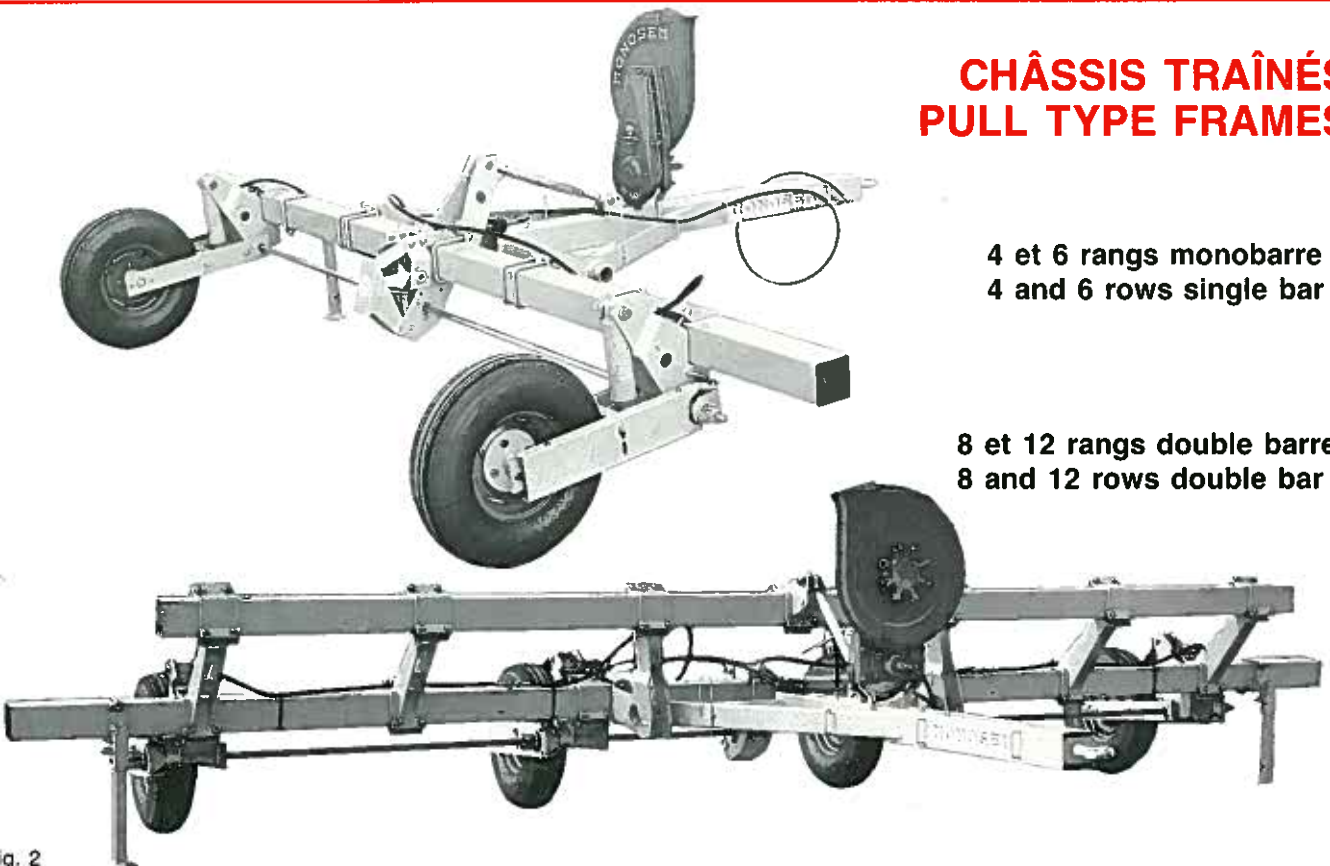

Fig. 2
- Fig. 2 pour châssis trainés
- Fig. 2 for pull type frame